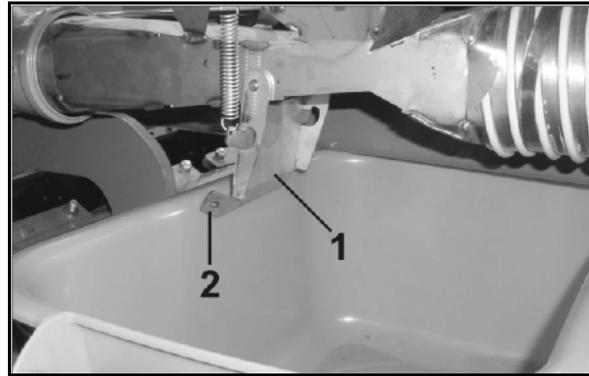

Fig. 60
- Injektorschleusenklappe (Fig. 60/1) öffnen, damit das Saatgut / der Dünger in die Abdrehwanne fließen kann.
**Injektorschleusenklappe nur an der Lasche (Fig. 60/2) anfassen, sonst besteht Verletzungsgefahr beim Zuschlagen der federbelasteten Klappe.**